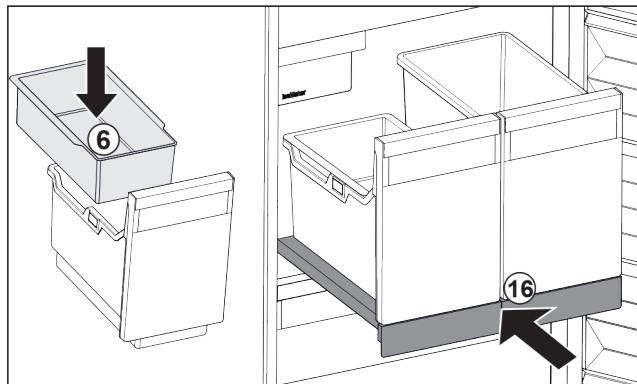

Fig. 40
- Вставьте навесной лоток Fig. 40 (6) для кубиков льда.
- Вставьте выдвижную панель с контейнером (IceTower). Fig. 40 (16)